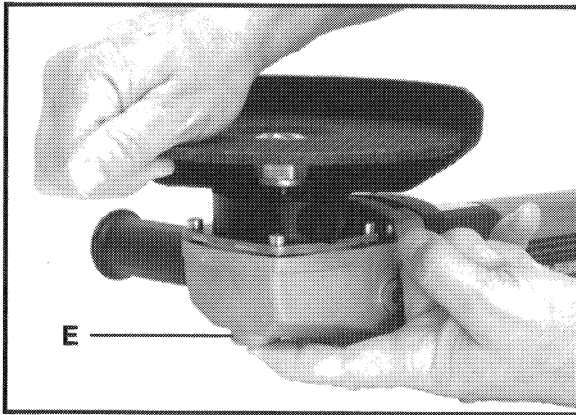

Fig. 5
4. Enfoncez et tenez le bouton de blocage (E) Fig. 5, du mandrin tout en tournant la meule en sens horaire jusqu'à ce que le blocage du mandrin s'engage. Continuez à tourner la meule jusqu'à ce qu'elle soit calée fermement sur le mandrin.